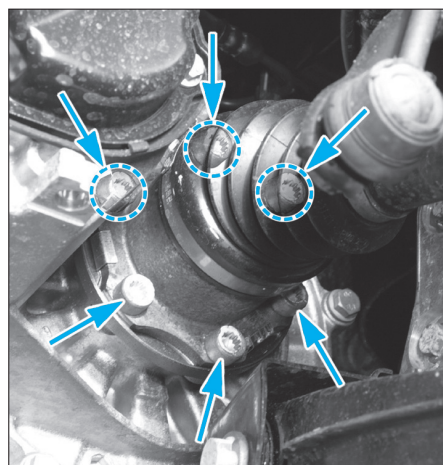

Fig. 1
- Déposer les 6 vis d'assemblage de la bride de transmission (Fig.1).